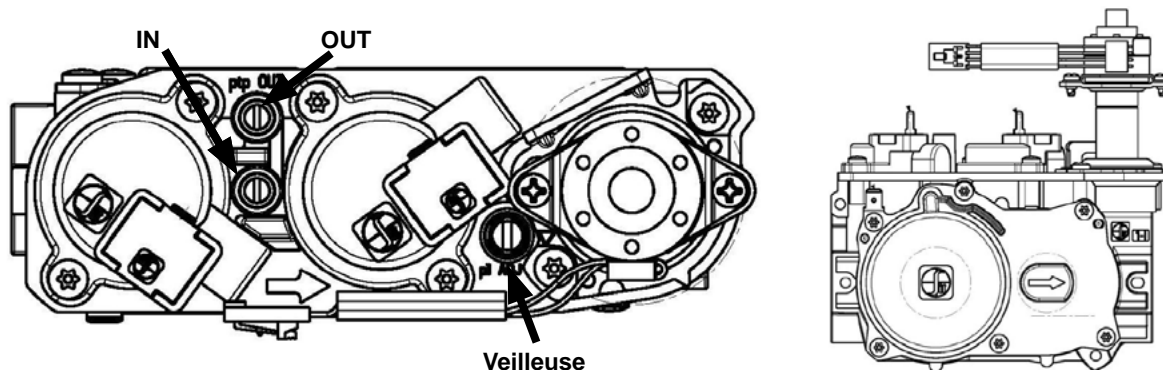

Figure 18.3.01
2. Les robinets d'essai de pression sont situés sur la face avant de la valve. L'entrée est marquée **«IN»** et la sortie est marquée **«OUT»**. Voir la **Figure 18.3.01**.
Les flammes ne doivent pas avoir de pointes jaunes mais doivent envelopper le détecteur de flamme et l'allumeur à étincelles. Il est possible de les ajuster en tournant la vis de réglage de veilleuse, marquée « PILOT » sur la valve de contrôle de gaz (voir **Figure 18.3.01**).